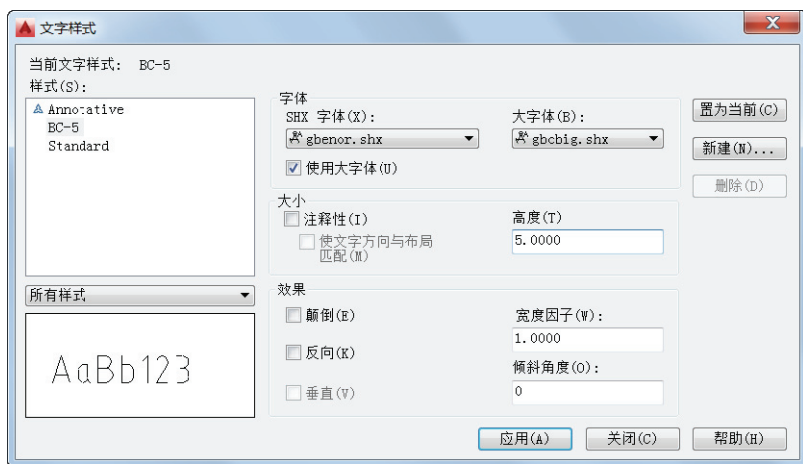

图 8-3 创建新文字样式
3) 设置文字样式。在“格式”菜单中选择“文字样式”命令，或者在功能区“默认”选项卡的“注释”溢出面板中单击“文字样式”按钮 ，打开“文字样式”对话框。利用“文字样式”对话框创建符合国家标准的所有文字样式，例如单击“新建”按钮来新建一个名为“BC-5”文字样式，设置其“SHX 字体”为“gbenor.shx”，勾选“使用大字体”复选框，“大字体”设置为“gbcbig.shx”，字体“高度”为“5”，其他设置如图 8-3 所示。